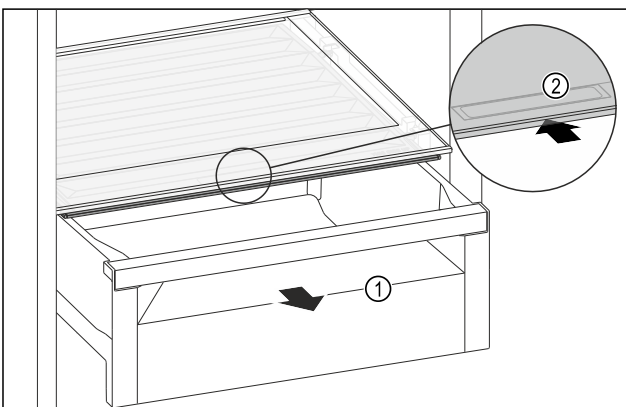

Fig. 104
- ▶ Estrarre il cassetto Fig. 104 (1).
- ▶ Afferrare la maniglia incassata Fig. 104 (2) sul coperchio dello scomparto e spingere allo stesso tempo all'indietro il coperchio dello scomparto.